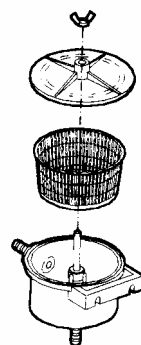

Fig. 7.4
(5) **Nettoyer le filtre à eau (Fig. 7.4).**
Nettoyer le filtre toutes les 250 heures, en desserrant la colombe et en retirant l'élément filtrant. Le nettoyer et le monter à nouveau en veillant à ce que le couvercle s'adapte bien au joint torique (Fig. 7.4). Mettre ensuite le moteur en marche pour vérifier s'il perd de l'eau par le couvercle.